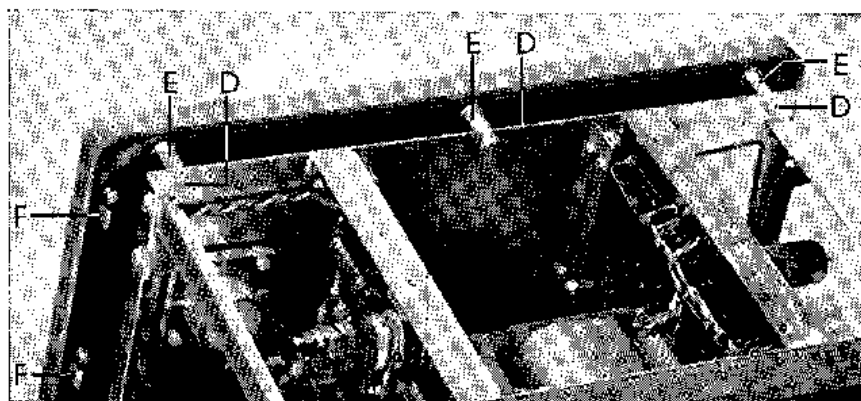

Fig. 15
- Draai de 6 bouten 'D' (fig. 15) los.
- De tekstplaat hiervan losmaken door het verwijderen van de 6 afstandstukken 'E' en de 6 boutjes en veertjes 'F' (fig. 15).